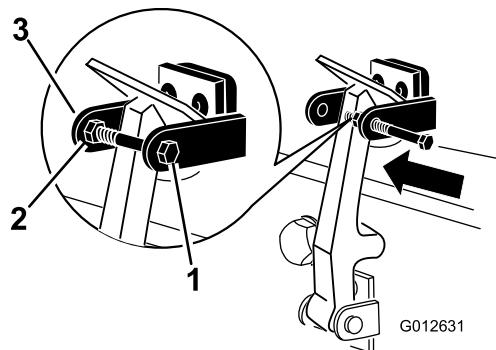

Figura 8
8. Instale o parafuso no outro braço do suporte do trinco do capot para prender o trinco na posição (Figura 8). Aperte o parafuso firmemente, mas não aperte a porca.